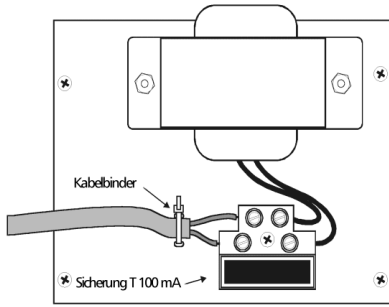

Abb. 3
2.2 Stromkabel anschließen (s. Abb. 3) . Achten Sie auf den Hinweis in Handbuch 2. Noch keine Stromversorgung anstecken.